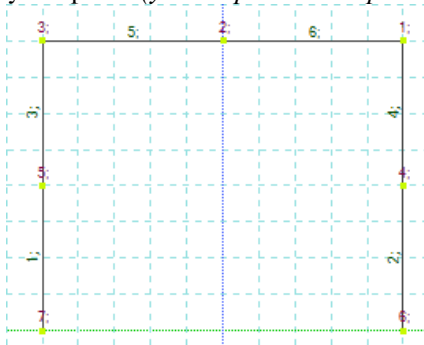

Рис. 76. Расчетная схема после корректировки и упаковки
- Выделение нижних узлов рамы, имеющих шарнирно-неподвижную опору (узлов 6, 7 на рис. 76). Для вызова панели активного режима **Параметры выбора объекта** одновременно нажмите клавиши **Ctrl + Shift**. Не отпуская их, курсором выделите нижние узлы рамы (*узлы окрасятся в красный цвет*).
- Выделение верхних узлов рамы, имеющих шарнирно-подвижную опору (узлов 4, 5 на рис. 76). Для вызова панели активного режима **Параметры выбора объекта** одновременно нажмите клавиши **Ctrl + Shift**. Не отпуская их, курсором выделите верхние узлы рамы (*узлы окрасятся в красный цвет*).